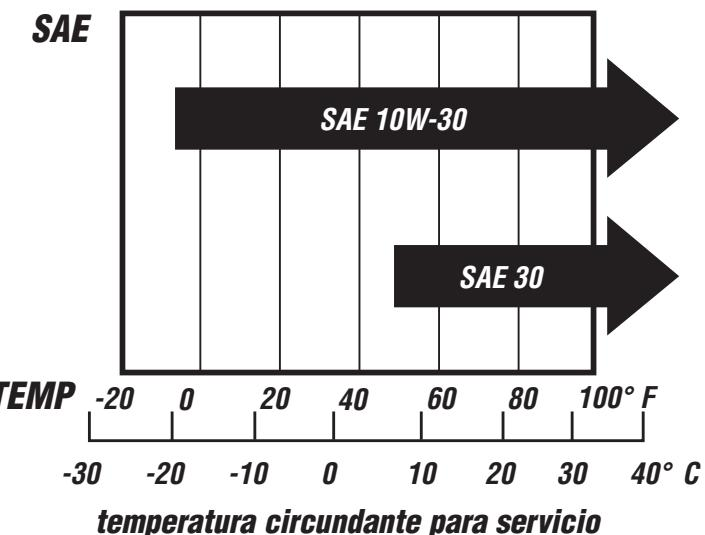

Figura 3
2. Retirar la tapa de llenado de aceite / varilla de aforar y enjugarla con un paño. (Véase la Figura 3)
1. Limpiar la superficie alrededor de la tapa de combustible para evitar contaminación. (Véase la Figura 3)